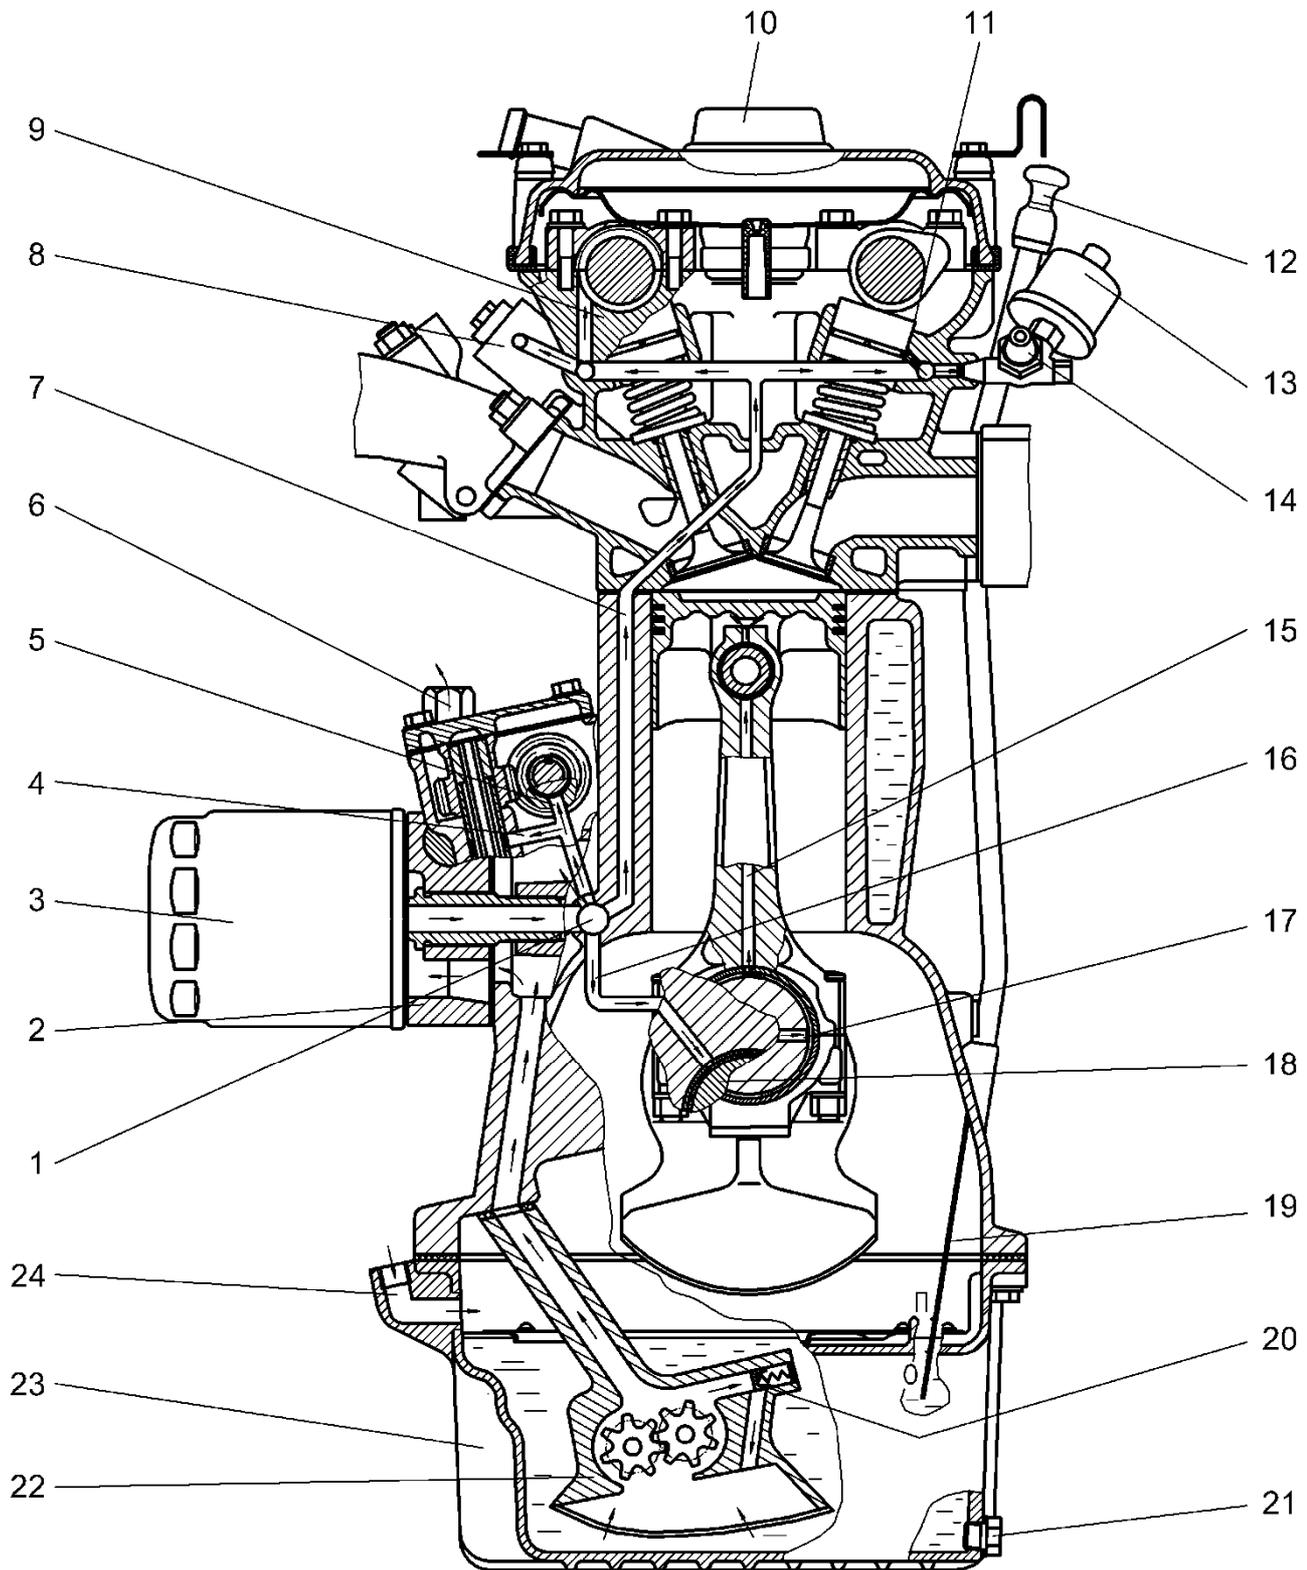

Abb. 29. Schmiersystemdiagramm:
**Schmiersystem** (Abb. 29) - kombiniert, mit Ölversorgung der Reibflächen unter Druck, Spritzen und automatischer Öltemperaturregelung durch ein Thermoventil.
Von der zentralen Ölleitung gelangt das Öl durch den Kanal 7 (Abb. 29) des Zylinderblocks in den Zylinderkopf, wo es durch die Kanäle 9 zu den Nockenwellenträgern, durch die Kanäle 11 zu den hydraulischen Drückern und auch zur Hydraulik geleitet wird Spanner 8 der Antriebskette der oberen Nockenwelle.